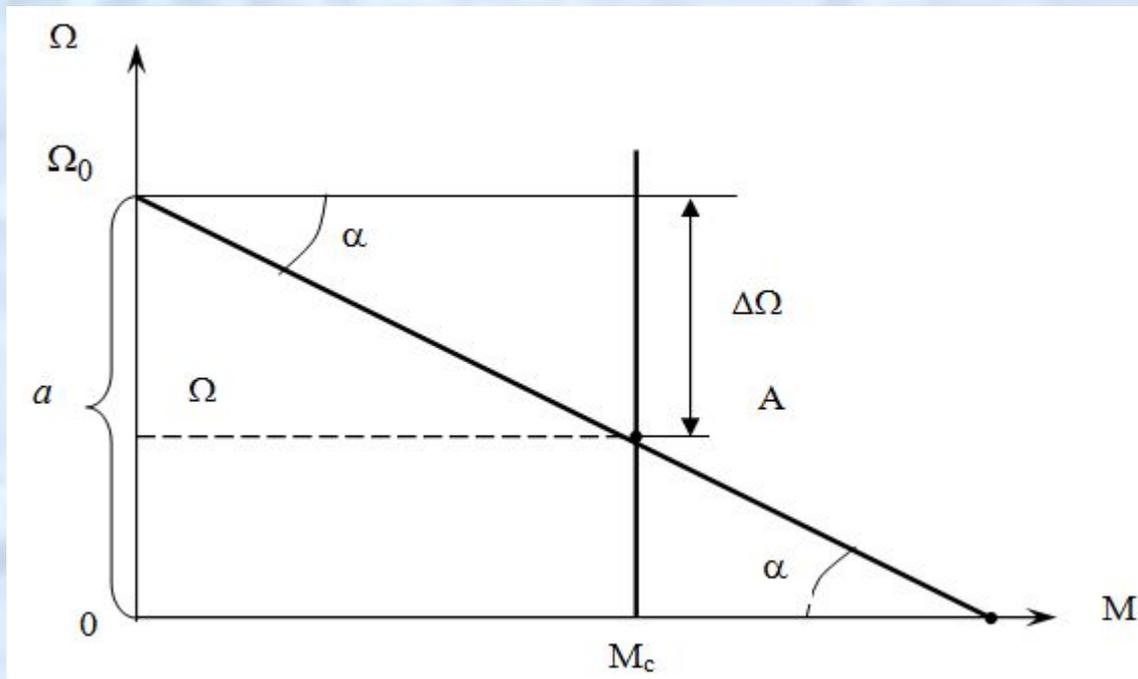

Рисунок 2
При неизменных значениях U , R и Φ (пренебрегаем реакцией якоря) уравнение (5) представляет собой уравнение прямой линии в координатах Ω и M (рис. 2).